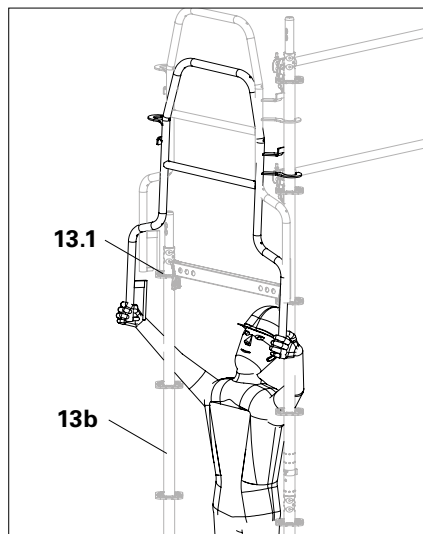

Abb. A5.13c
5. Vorlaufendes Stirngeländer anheben bis die Absteckpins (36.1) von oben in die Rosetten (13.1) eingeführt werden können. (Abb. A5.13c)